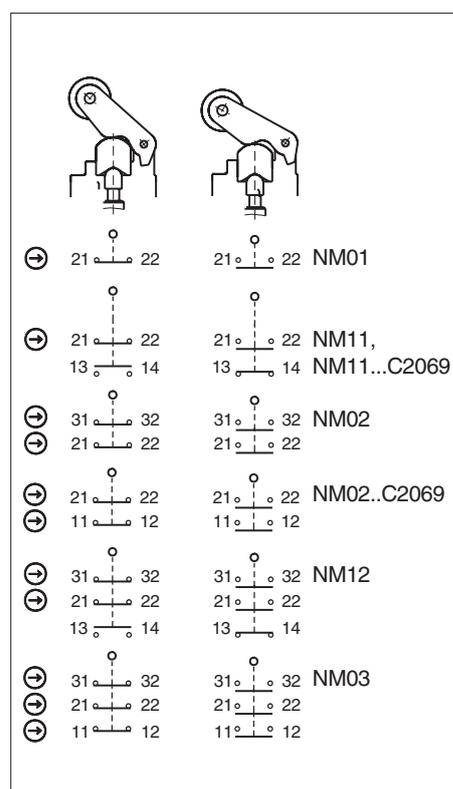

Fig. 3: Elementos interruptores y funciones de conmutación
Debe usarse como mínimo un contacto (☞). Este señala la posición del resguardo (para la asignación de contactos, consulte la Fig. 3).
3. Apriete las conexiones y los bornes con 0,5 Nm (para la asignación de contactos, consulte la Fig. 3).